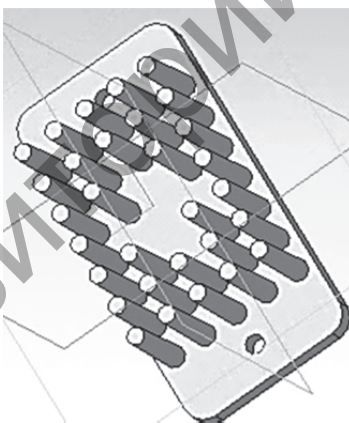

Рисунок 8.11
8. Удалите пять иголок в центре радиатора, как это показано на примере (рис. 8.11).